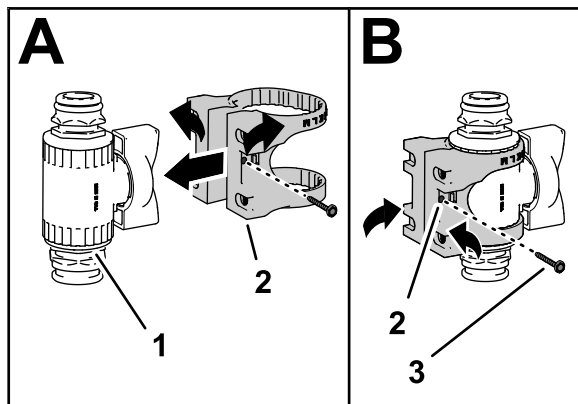

Figure 19
3. Assemblez le support de vanne sur la vanne de commande, comme montré à la Figure 19.
4. Fixez le support de montage sur la vanne de commande à l'aide d'une vis à embase (n° 6), puis serrez la vis à la main (B de Figure 19).